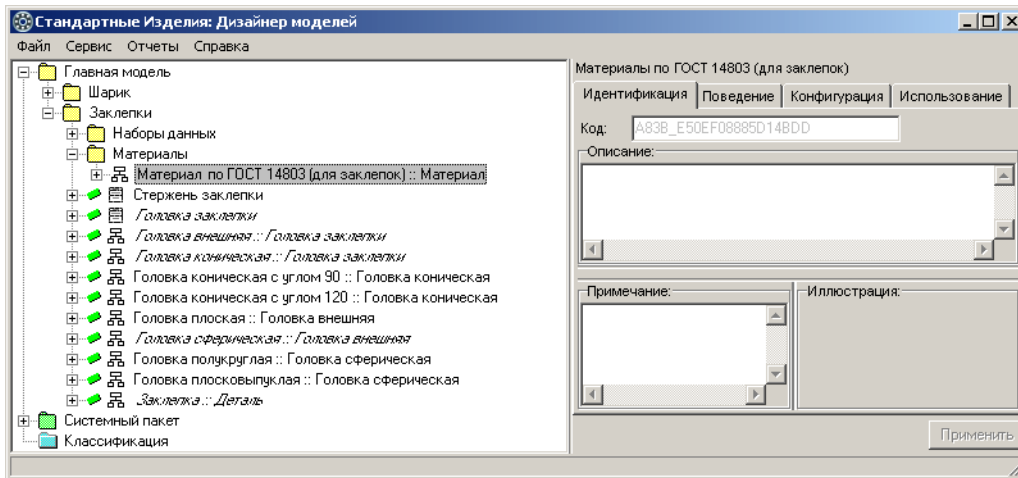

Рис. 4.93.
- Укажите в системном пакете класс *Материалы по ГОСТ 14803 (для заклепок)* и, не отпуская левой клавиши мыши, перетащите его в пакет *Заклепки – Материалы* (рис. 4.93).